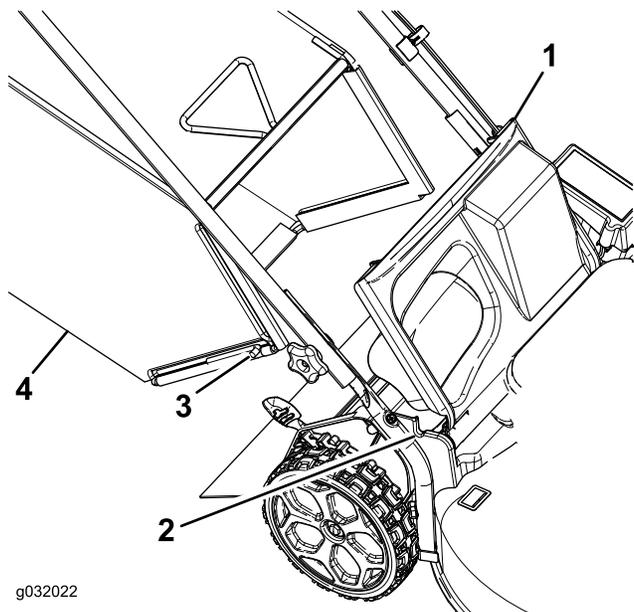

Figura 20
1. Tirate verso l'alto il deflettore posteriore (Figura 20).
2. Inserite le estremità dell'asta del cesto di raccolta nelle tacche nelle staffe della stegola (Figura 20).